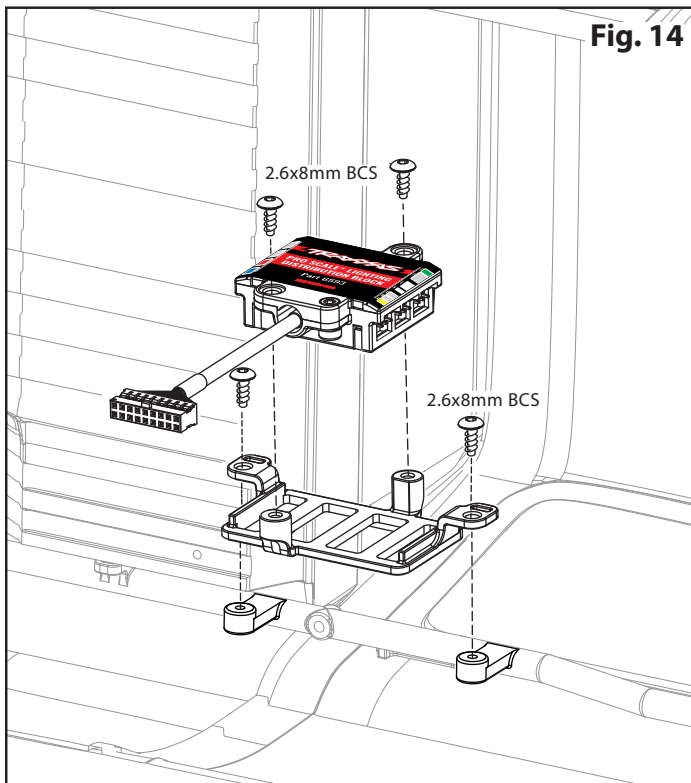

Fig. 14
3. Installieren Sie die Verteilerblockhalterung und sichern Sie sie mit den enthaltenen 2,6x8-mm-Halbrundkopfschrauben (2), wie in Abbildung 14 gezeigt.
4. Sichern Sie den Verteilerblock mit den im Lieferumfang enthaltenen 2,6x8-mm-Halbrundkopfschrauben an der Halterung (Abb. 14).